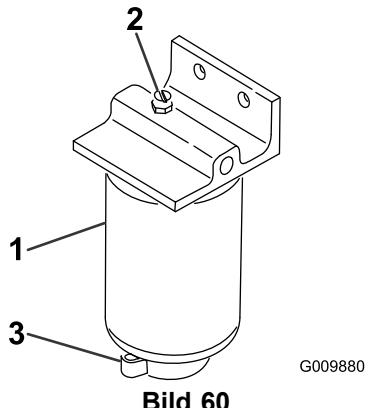

Bild 60
2. Lösen Sie das Ablassventil an der Unterseite der Filterglocke (Bild 60).
1. Reinigen Sie den Anbaubereich der Filterglocke (Bild 60).